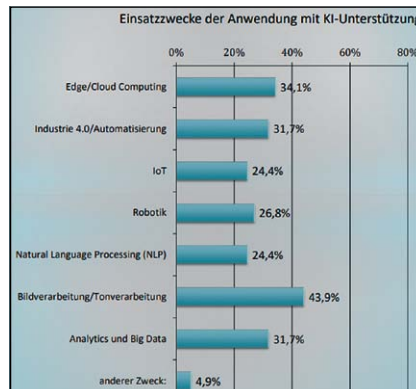

Bild 2. Einsatzbereiche für Entwicklungen mit künstlicher Intelligenz.
Big Data liegen jedoch nur knapp dahinter (**Bild 2**). Hierbei setzen Entwickler stark auf Machine Learning (ML), zunehmend jedoch ebenso auf Deep Learning (DL) sowie Reinforcement Learning. Das Thema der künstlichen Intelligenz wird sich im Zuge von Anwendungen wie Cobots, autonomem Fahren oder Smart Farming weiter in den Fokus der Entwickler drängen.